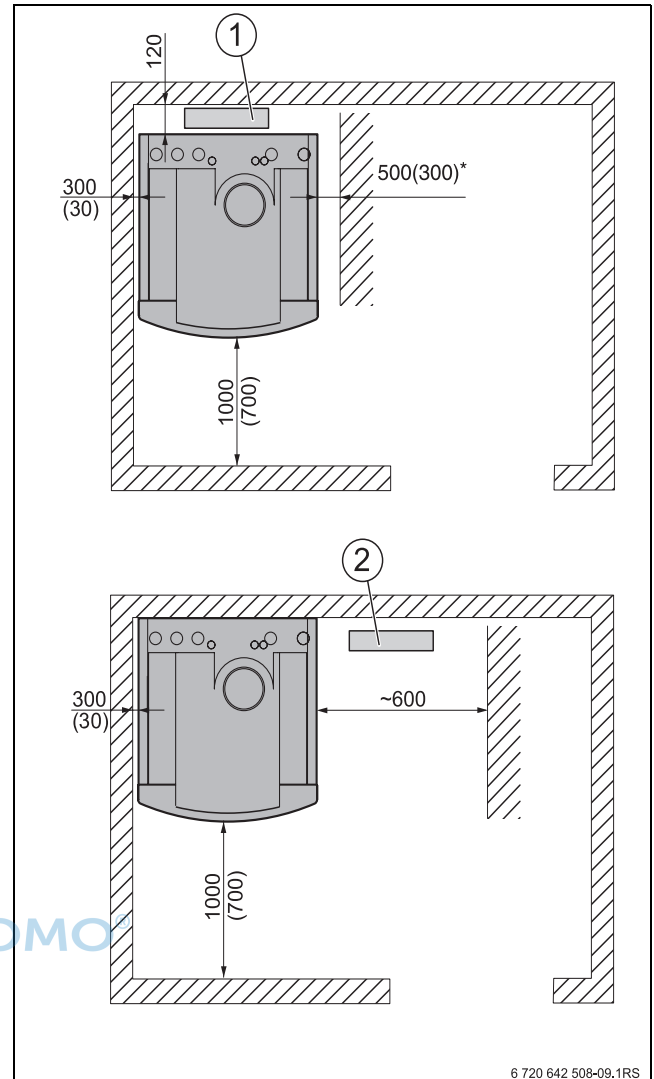

Bild 16 Empfohlene Wandabstandsmaße, in Klammern Mindest-Wandabstandsmaße (in mm)
- Mindesthöhe (→ Tabelle 4, Seite 11) und die Mindest-Wandabstände im Aufstellraum (→ Bild 16) einhalten.